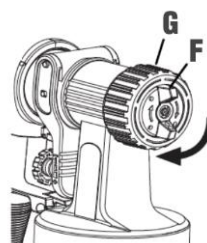

fig. 4
9. Fixez le tuyau à air fermement dans le point de raccordement du corps du tuyau de pistolet (B) et puis le point de raccordement du tuyau de pistolet (J) (fig. 4).
12. Mettez l'interrupteur d'alimentation (C) à la position ON (marche).
Pour changer le réglage de vaporisation, il suffit de simplement desserrer l'écrou-raccord (G) et de tourner le chapeau d'air (F) à la position désirée (fig. 4).